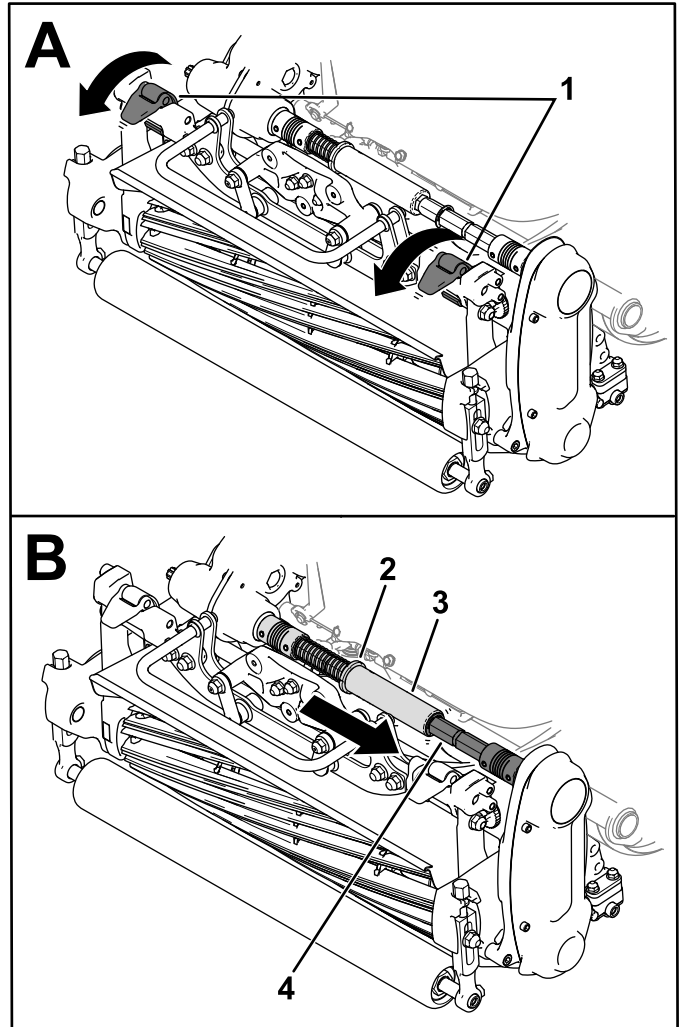

Figura 43
3. Deplasați în jos elementele de fixare ale suspensiei pentru a fixa unitatea de tăiere la nivelul mainii (Figura 43).
4. Scoateți colierul din canelura arborelui elementului de cuplaj al transmisiei și introduceți tubul hexagonal în arborele elementului de cuplaj al unității de tăiere (Figura 43).